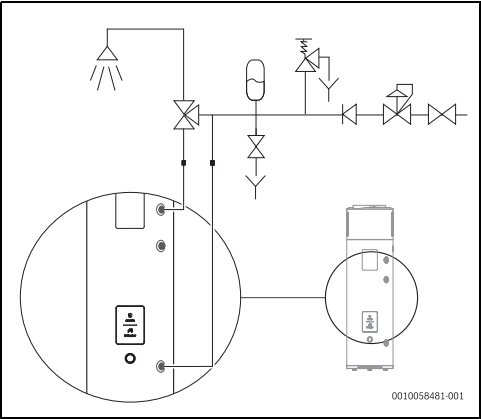

Fig. 14 Collegamenti dell'alimentazione idrica
È obbligatorio per l'installatore del sistema montare una valvola di sicurezza da 8 bar sul tubo di alimentazione dell'acqua fredda (Fig. 14).
Lo scarico collegato alla valvola di sicurezza deve essere installato su una pendenza discendente. Deve inoltre essere installato in un luogo protetto contro la formazione di ghiaccio (Fig. 14).
Non chiudere mai la valvola di intercettazione dell'acqua durante il funzionamento. (→fig. 14, pagina 18).
- ▶ Installare un vaso d'espansione¹⁾ (→ fig. 14) per evitare che la valvola di sicurezza si apra troppo frequentemente.